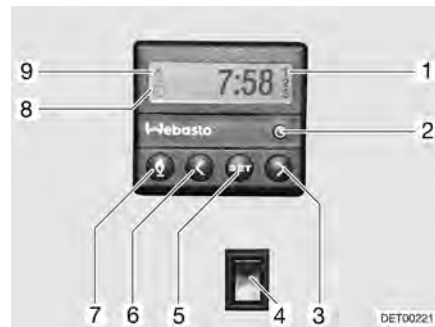

Fig. 168 Centralina di controllo per riscaldamento fisso
- Premere il tasto (Fig. 168,7). Il funzionamento del riscaldamento viene indicato con il simbolo (Fig. 168,9). La ventola viene inserita solo quando la temperatura dell'acqua di raffreddamento è pari a 30 °C.
- Premere il tasto (Fig. 168,7). Il simbolo (Fig. 168,9) si spegne.
- Premere l'interruttore (Fig. 168,4) in basso. Il motore viene preriscaldato. La ventola viene inserita immediatamente.
- Premere l'interruttore (Fig. 168,4) in alto. Il motore rimane freddo.
- Premere il tasto (Fig. 168,2). L'impostazione dell'ora viene indicata con il simbolo (Fig. 168,8).
- Impostare l'ora con i tasti (Fig. 168,3 e 6).
- Premere il tasto (Fig. 168,5).
- Impostare l'orario di accensione con i tasti (Fig. 168,3 e 6) entro 10 secondi.
- Premere il tasto (Fig. 168,5) fino a che nel display (Fig. 168,1) non appare il numero di programmazione desiderato.